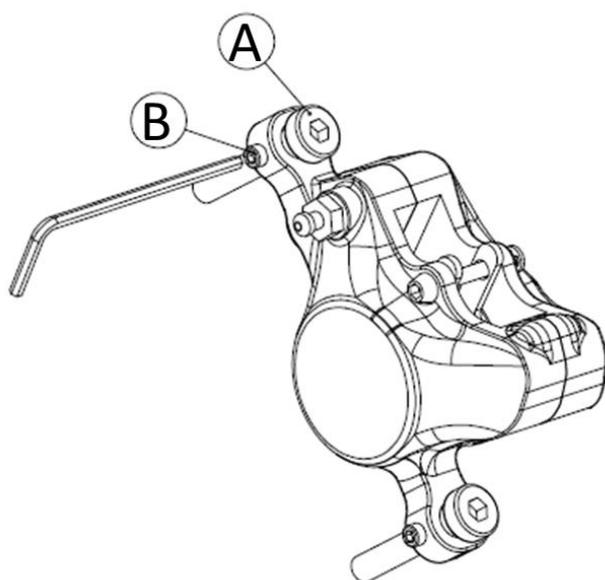

Figura 4: Serraggio grani di posizionamento pinza
- 5) Tenendo premuta la leva pompa, serrare a battuta sulle viti **A** i grani di centraggio **B**, posti lateralmente alla pinza come indicato in **Figura 4**, bloccandoli con la chiave 2mm per inserti esagonali, ad una coppia dinamometrica di 4 – 6 Nm±5%